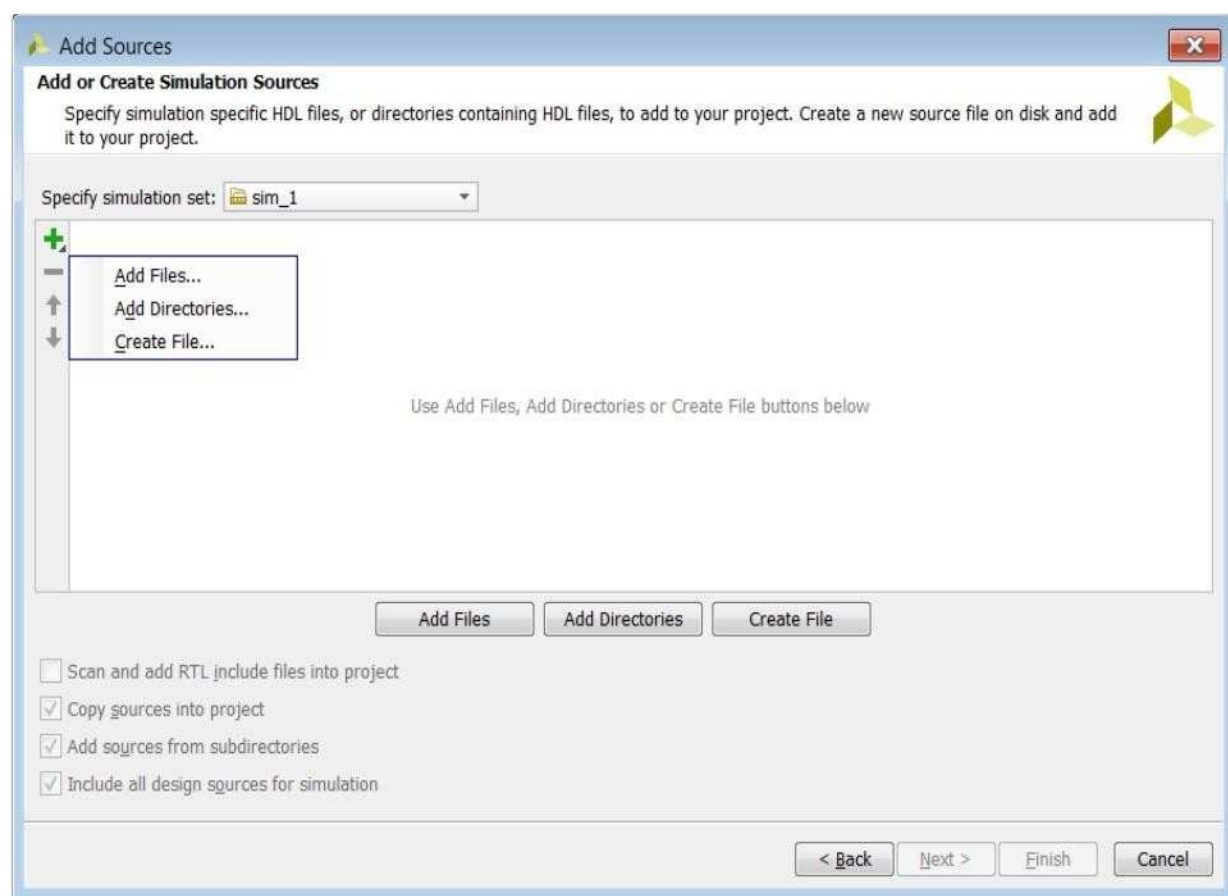

图 9-25: 添加源对话框窗口 6。
5. 在“添加源”对话框中，单击“+”符号图 9-25 并选择“*Add Files*”。